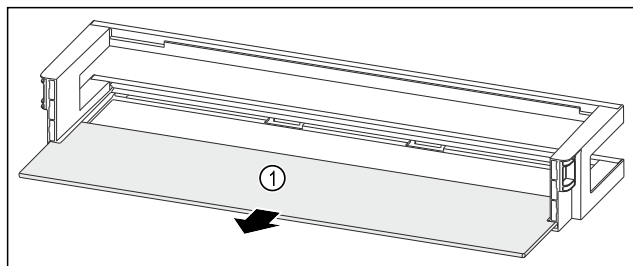

Fig. 118 Riiuliga ukseriulid
- ▶ Võtke riiul Fig. 118 (1) välja.